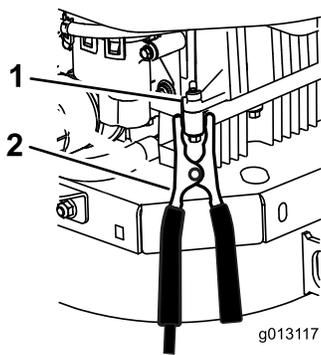

図 50
- 最後の接続を、救援される側のエンジンブロックに行くバッテリーのマイナス端子ではなく、この状態で、バッテリーからはなれる図 50。